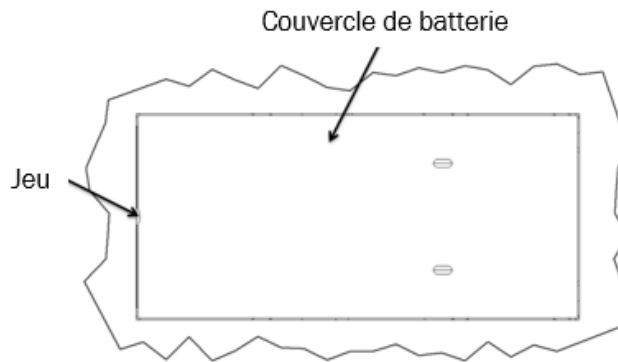

Figure 4 : Couvercle de batterie
1. Pour accéder aux batteries, retirez le couvercle de batterie en insérant un tournevis à tête plate entre le couvercle et la plate-forme (voir la Figure 4).